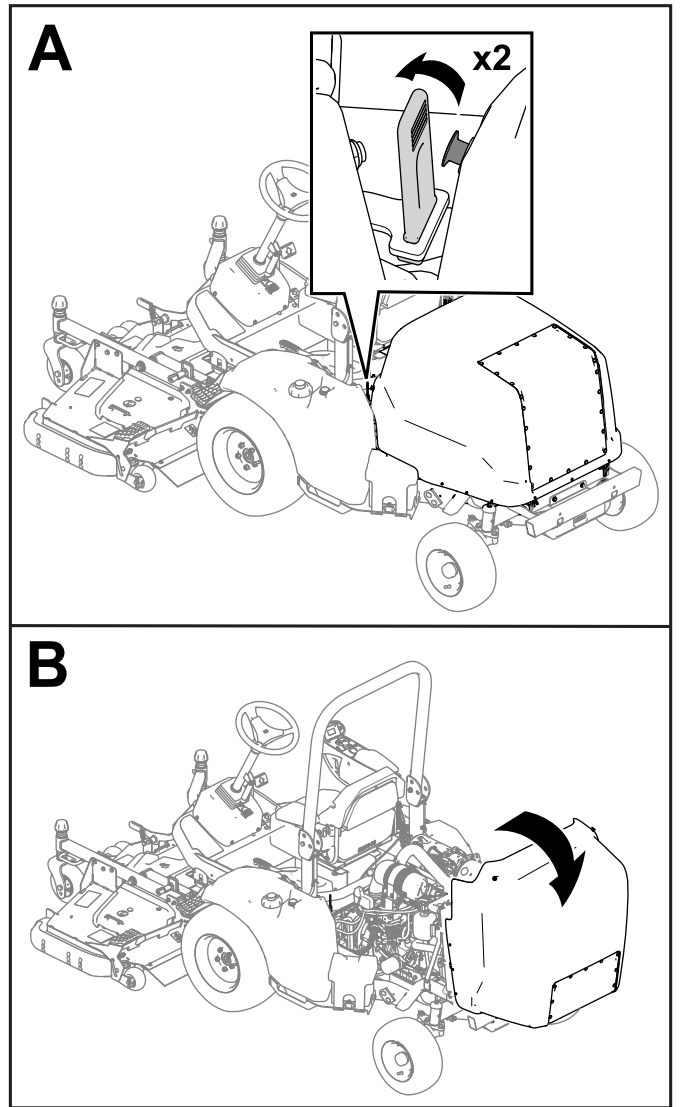

Figure 28
7. Ouvrez le capot (Figure 28).